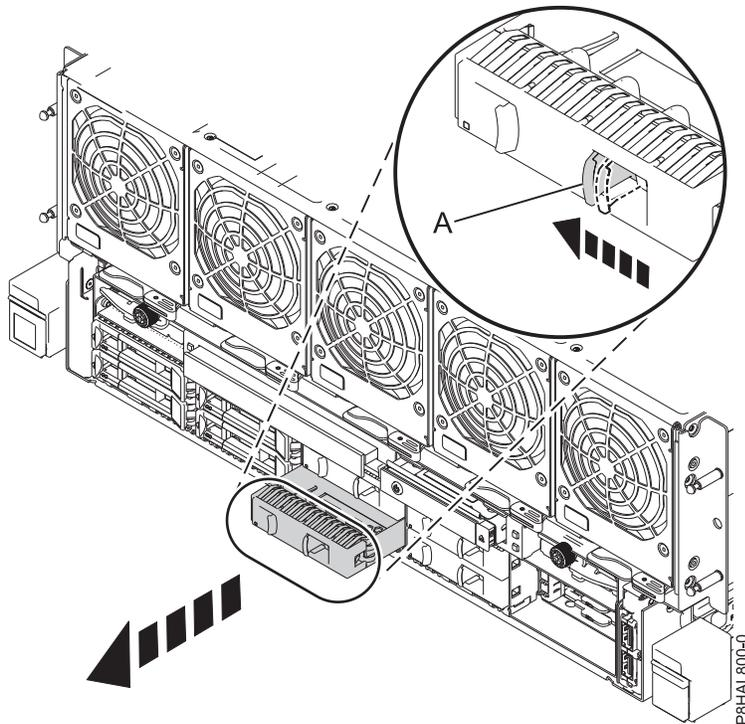

Figure 12. Retrait d'un obturateur d'unité de disque d'un système 8408-44E ou 8408-E8E
- a. Appuyez sur le verrou (A) situé sur la poignée de l'obturateur dans la direction indiquée à la figure 12, à la page 21.